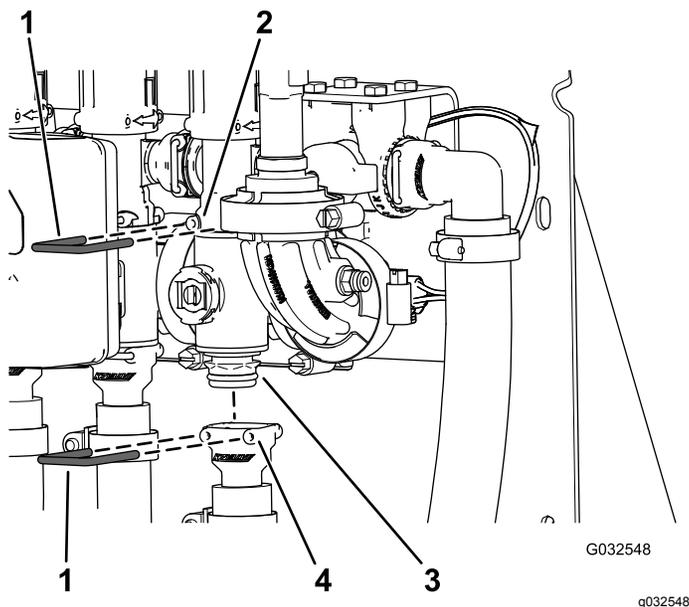

Figura 109
2. Rimuovete il fermo che fissa il collettore della valvola di sezione al raccordo di bypass (Figura 109).